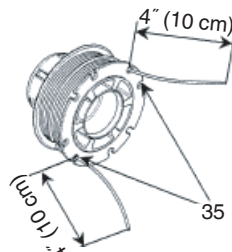

Fig. 31
- (4) Poussez chaque fil dans les trous d'arrêt (35) en laissant des bouts libres d'environ 4" (10 cm). (Fig. 31)